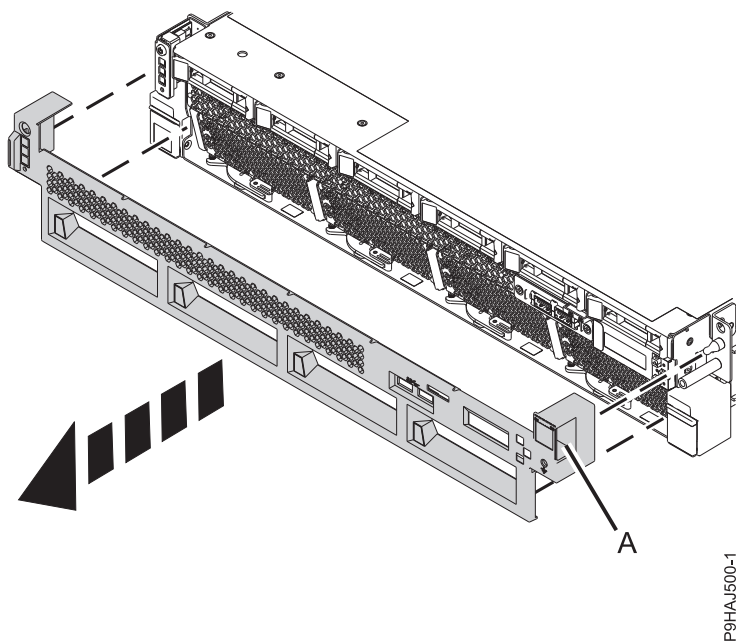

Abbildung 12. Vordere Abdeckungen ausbauen
2. Entfernen Sie die vordere Abdeckung, indem Sie sie vom System wegziehen. An der Abdeckung befinden sich Vertiefungen (**A**), an denen Sie sie besser festhalten können. Siehe Abb. 12 auf Seite 32.